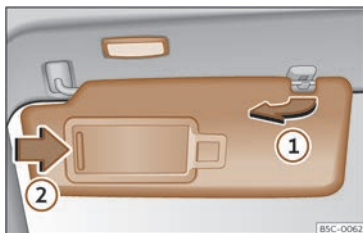

Fig. 104 Parasol.
- O parasol pode sacarse da fixación e xirarse cara á porta»» fig. 104 ①.